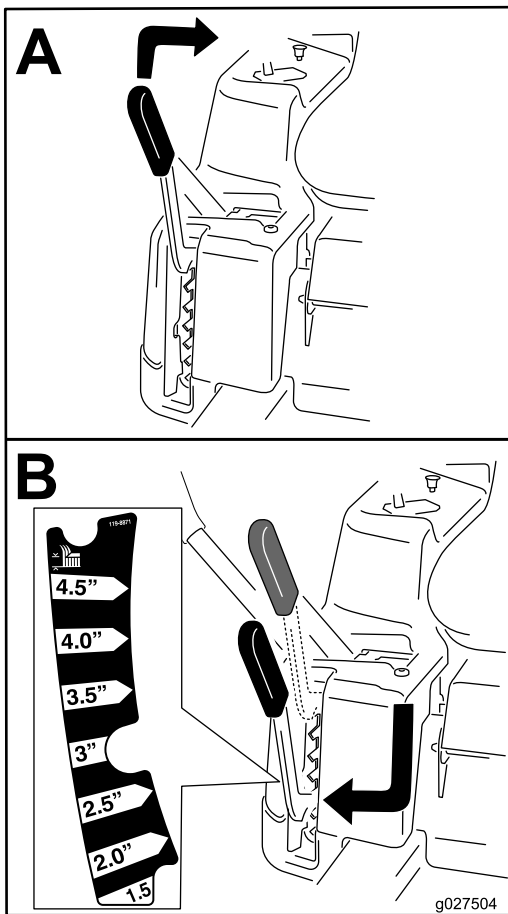

Figure 18
**Remarque:** La position de transport est la position de hauteur de coupe la plus élevée (115 mm [4½ po]), comme montré à la Figure 18.